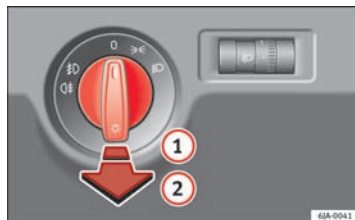

Fig. 56 Kombiinstrument: lyskontakt
- Drej først lyskontakten ⇒ Fig. 56 til position ☞ eller ☚.
- Træk lyskontakten til position ①. ►
- Drej først lyskontakten ⇒ Fig. 56 ⇒ Side 92 til position  eller .